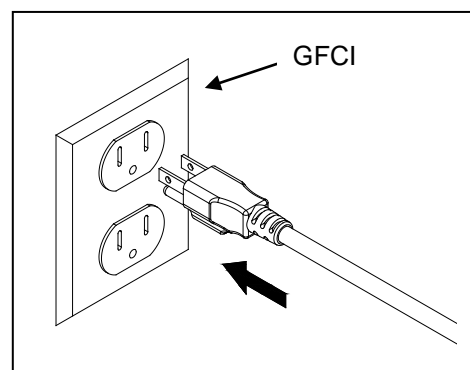

Fig. 10
10. Conecte el enchufe del clarificador UV en una fuente de alimentación adecuada. Fig. 10